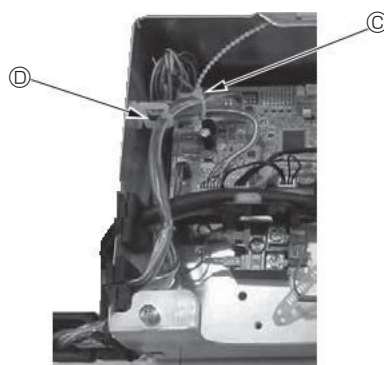

Fig. 10-14
- Plasser de overfløydige delene av i-See-sensoren og signalmottakerledningene i el-komponentboksen i ledningsklammeret som vist i diagrammet, og sikre ledningene med festene. (Fig. 10-14)